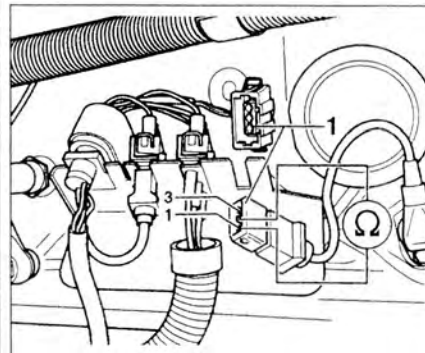

Рис. 3.52. Проверка сопротивления датчика частоты вращения коленчатого вала.
2. Отсоедините разъем проводки 1 от датчика скорости коленчатого вала (рис. 3.52).